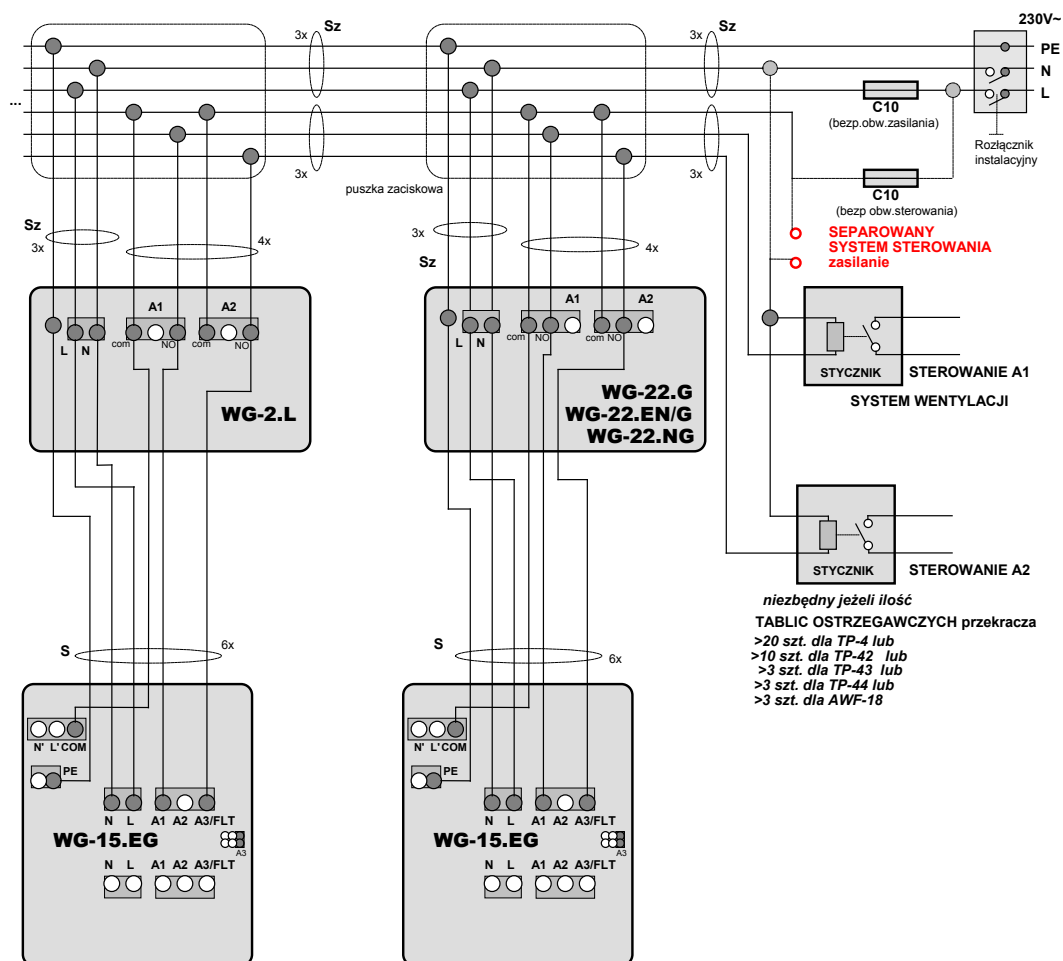

Rys.4. System 2-progowy, ROZDZIELONA sygnalizacja zagrożenia spalinami (tlenkiem węgla) oraz sygnalizacja wycieku autogazu (LPG);
- możliwość wykorzystania wyjścia A3 jako AWARIA lub do sterowania drugim zestawem sygnalizatorów, np. osobno dla CO i LPG w garażu (rys.4);